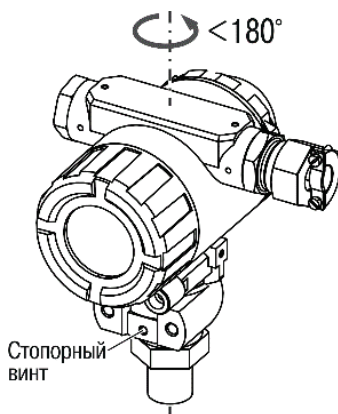

Рисунок 6.3 – Поворот корпуса относительно штуцера
- 1) ослабить стопорный винт с помощью ключа для внутреннего шестигранника размером  $S = 2$  мм (см. рисунок 6.3);